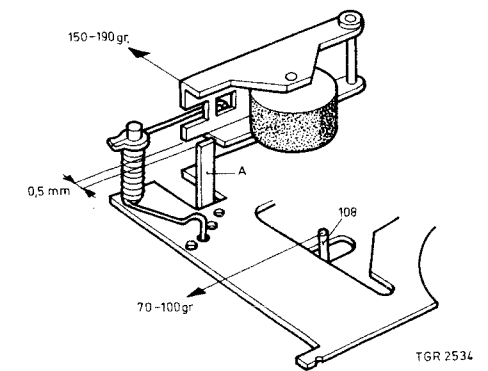

Fig. 4
Verifica della frizione di avvolgimento 108 (fig. 4)
- Se l'aumento di corrente è inferiore a 8 mA, la forza di pressione della puleggia sulla squadra della frizione d'avvolgimento del piatto di destra, deve essere ridotta a 70 gr. max. (ved fig. 4).
- Se l'aumento è superiore a 16 mA, la forza di pressione deve essere elevata a 100 gr (ved fig. 4). La forza di pressione à regolabile curvando leggermente la molla a filo 105. Se in questo modo non si ha nessun aumento di corrente da 8 a 16 mA quando si blocca il piatto della bobina di destra, il difetto deve essere ricercato in: